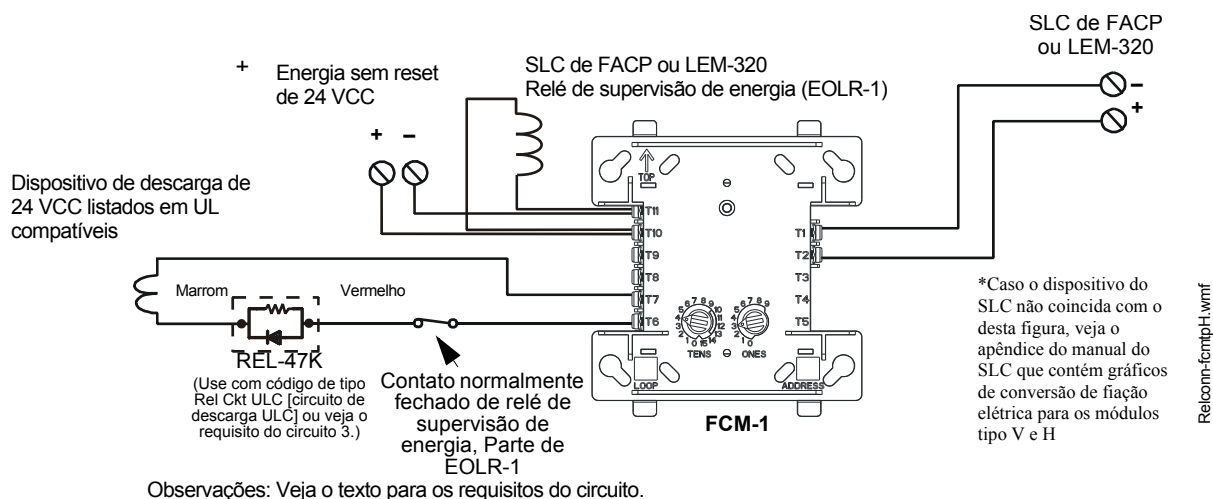

Figura 4.11 Conexão típica de um dispositivo de descarga de 24 VCC ao módulo FCM-1
- a) Utilize um dispositivo de supervisão alinhado (P/N REL-47 K) com o módulo FCM-1. Conecte o dispositivo de supervisão alinhado como aparece na figura 4.11.